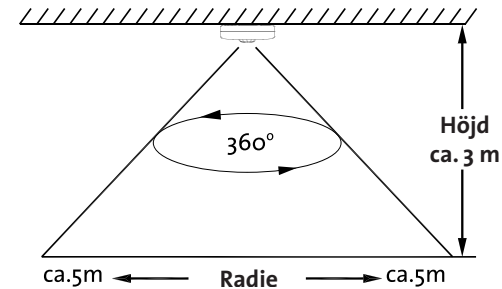

Fig. 1
2. Idealet är att montera detektorn 3 meter över golvet som skall avsökas (se Fig. 1).